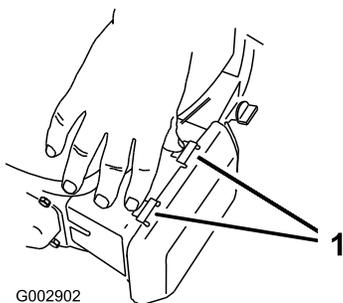

Figura 35
1. Premete verso il basso le linguette di chiusura del coperchio del filtro dell'aria (Figura 35).